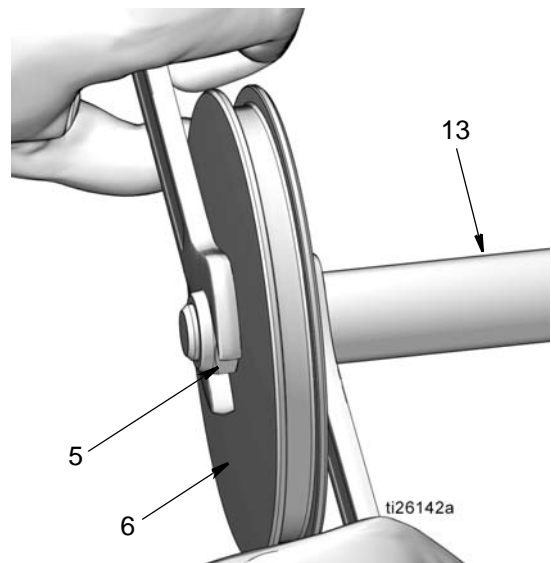

FIG. 48
- Installare il dado (5) sull'estremità dell'asta del pistone (13). Utilizzare due chiavi lavorando in direzioni opposte per serrare il dado. Utilizzare una chiave aperta sulle superfici piane dell'asta del pistone e la seconda chiave per serrare il dado (5) come mostrato in FIG. 48.
**NOTA:** La chiave aperta fissata alle superfici piane dell'asta del pistone serve solo per tenere saldamente l'asta, **non** ruotare questa chiave. Se si sposta la chiave si potrebbe graffiare o danneggiare la superficie del pistone, con conseguenti perdite di fluido durante il funzionamento della pompa. Per serrare il dado, agire solo con la chiave che tiene il dado (5). Serrare a una coppia da 20,3 a 23,1 N•m (15 - 17 ft. lbs).